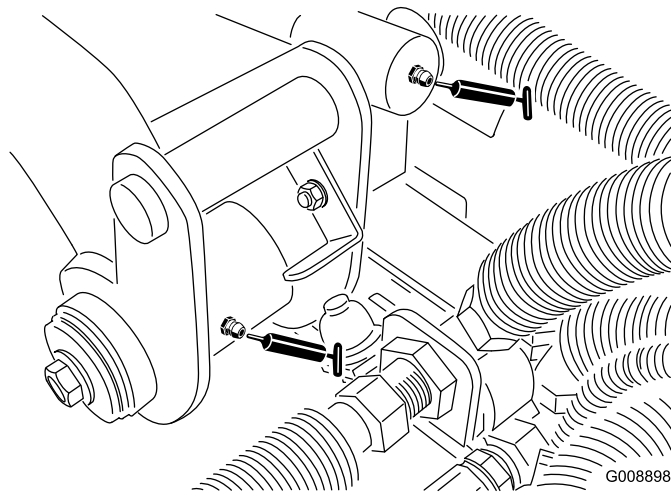

Рисунок 54
- Цилиндр поворота и подъема заднего подъемного рычага (2) (Рисунок 54)